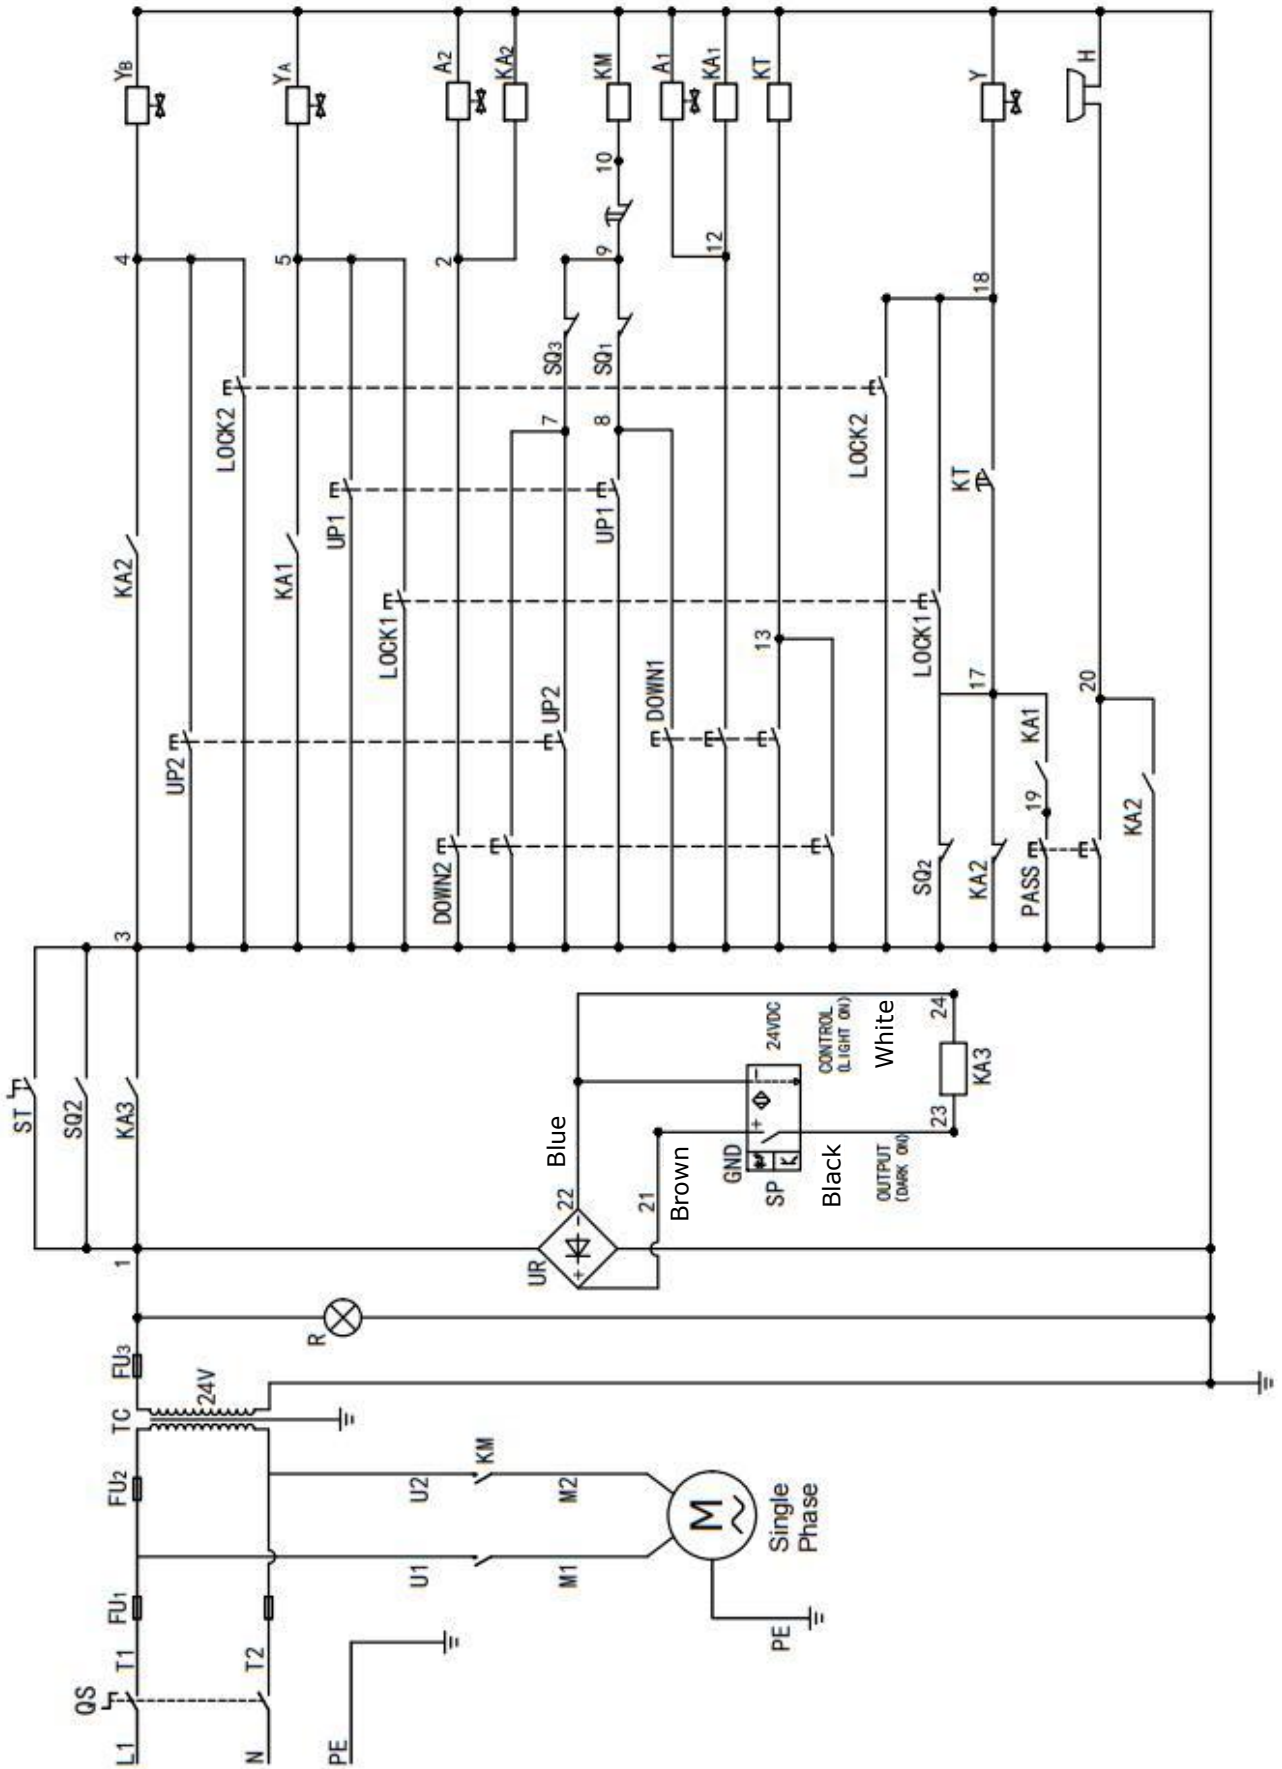

Fig. 19
1.2 Circuit Diagram (See Fig. 19).